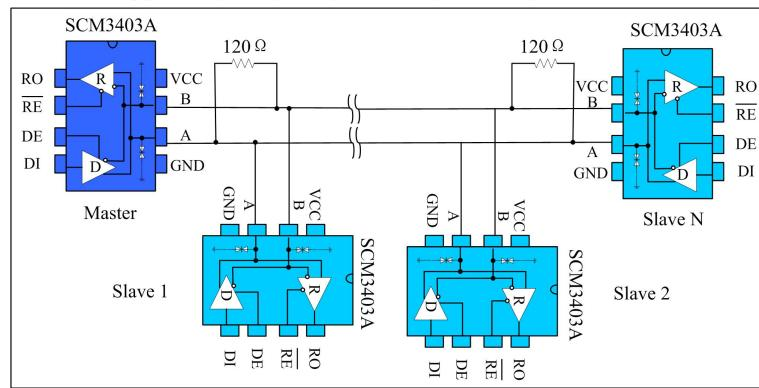

图 10 总线式 RS485 半双工通讯网络
1.总线式组网 : SCM3403ASA RS485 收发器设计用于多点总线传输线上的双向数据通信。图 10 显示了典型网络应用电路。这些器件也能用作电缆长于 4000 英尺的线性转发器, 为减小反射, 应当在传输线两端以其特性阻抗进行终端匹配, 主干线以外的分支连线长度应尽可能短。